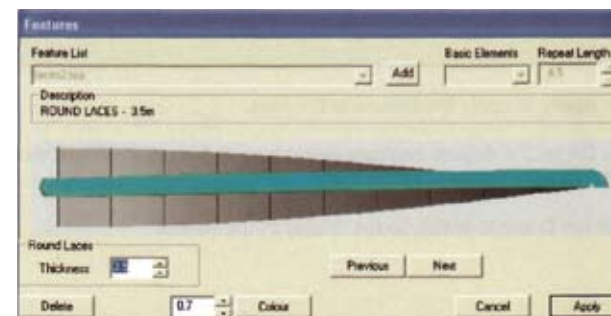

Рис. 82
- Нажмите кнопку **Edit** (рис. 82).